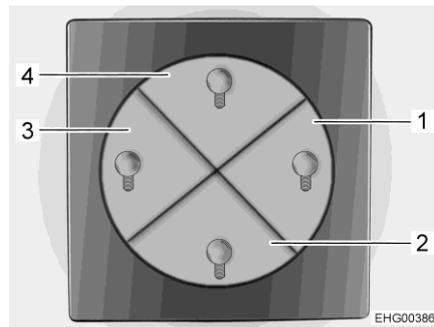

Fig. 75 Commutateur de commande de l'éclairage
- Éclairage principal cellule (plafonnier) (touche 4 dans la Fig. 75)
- Éclairage d'ambiance cellule (éclairage indirect par des bandes DEL latérales) (touche 2 dans la Fig. 75)
- Éclairage principal coin repos (plafonnier) (touche 3 dans la Fig. 75)
- Éclairage d'ambiance coin repos (éclairage indirect par des bandes DEL latérales) (touche 1 dans la Fig. 75)